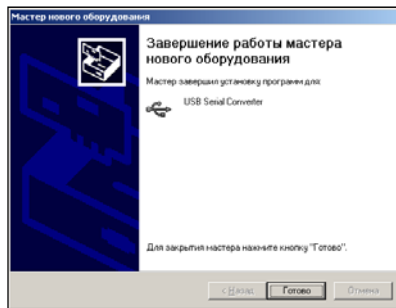

Рисунок 8.11
1) Клацнути по кнопці **Далее >**, через декілька секунд на екрані з'явиться вікно (рисунок 8.11), яке свідчить, що завантаження драйвера виконане. Для завершення клацнути по кнопці **Готово**.